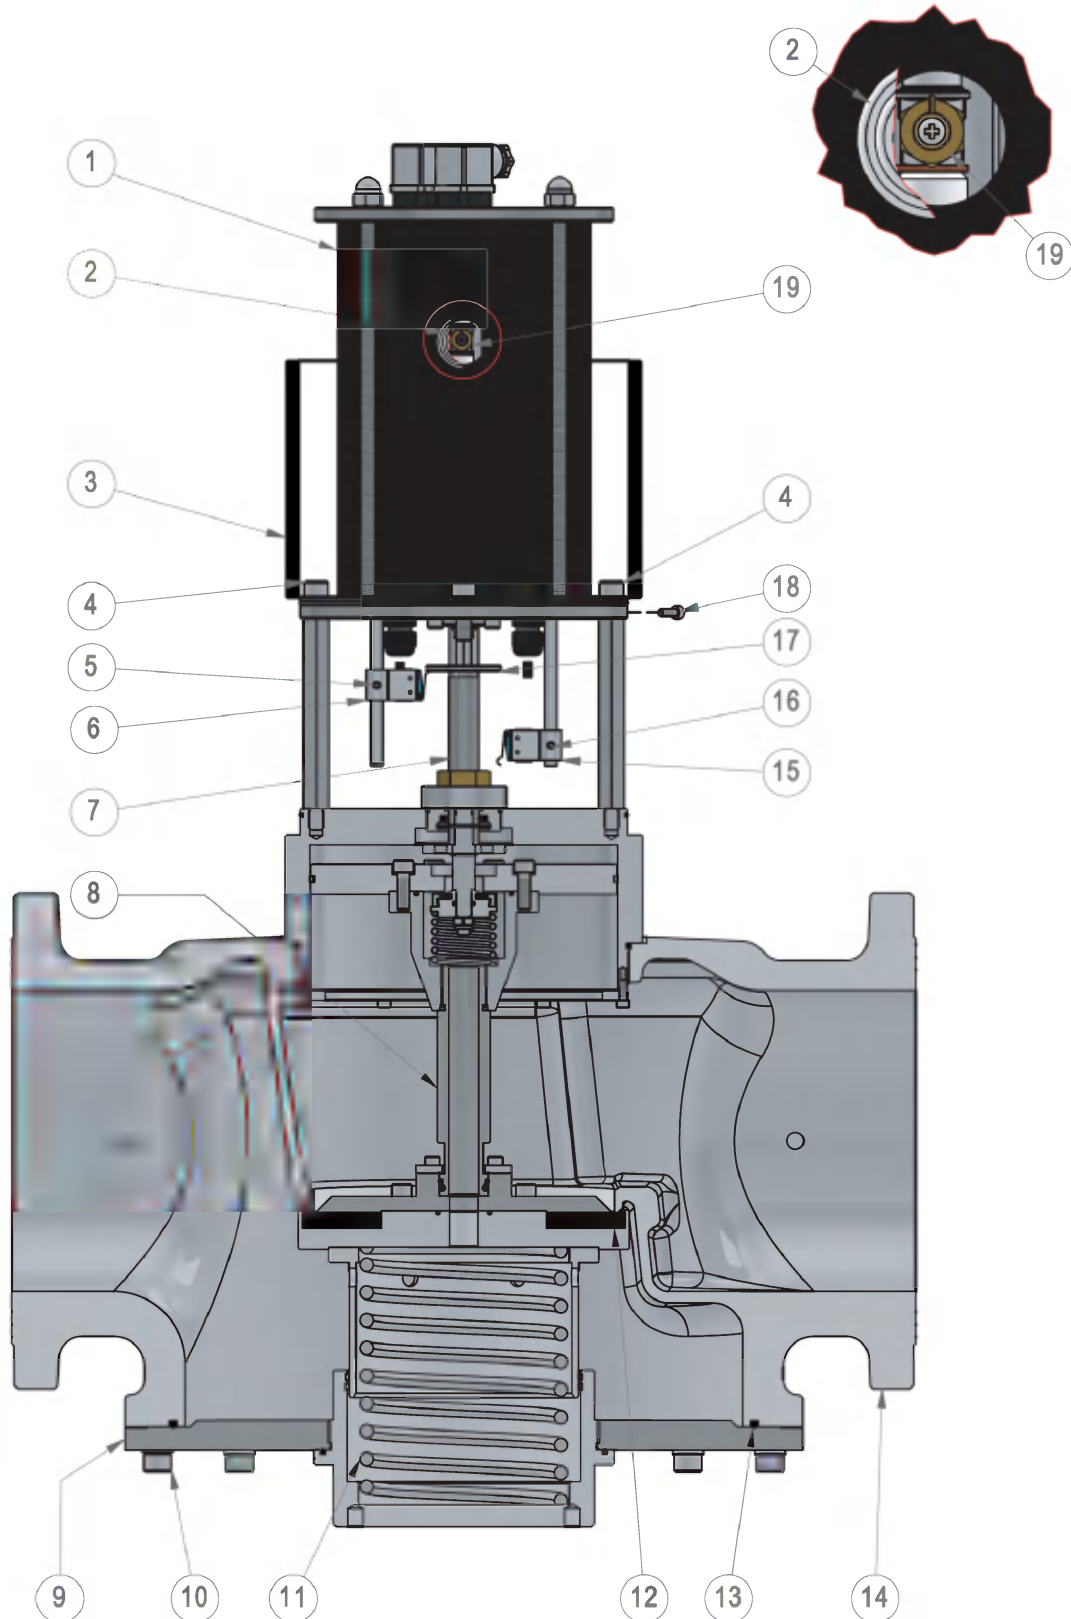

Рис. 2
- Якщо є, розташуйте мікроперемикач ІВП (21), повертаючи його так, щоб коли клапан відкритий, диск (17) замикав контакт (див. рис. 2). Закріпіть його в цьому положенні за допомогою гвинта (20);
- Для перемикача регулювання витрати (15) дотримуйтесь інструкцій у 4.2;
- Опустіть захисний кожух (3) і закріпіть його гвинтом (18);
- Тільки для DN 300: вставте нову котушку (26) на допоміжний клапан (28) і закріпіть її, затягнувши центральний гвинт (27);